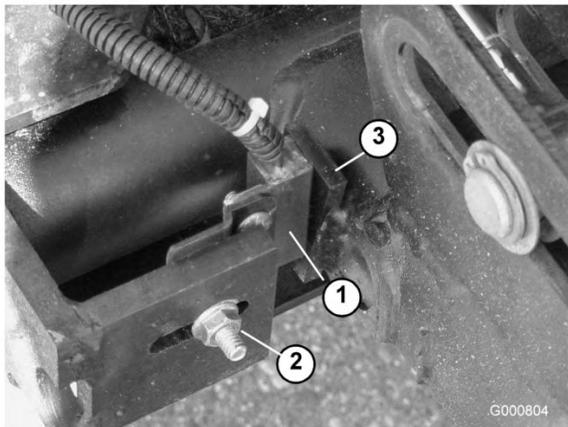

Bild 91
- Lösen Sie die Schlossschraubenmutter, mit der die Hubarm-Schalterhalterung an den Hubarmen Nr. 4, Nr. 6 und Nr. 7 befestigt ist (Bild 91). Bild zeigt Nr. 4.